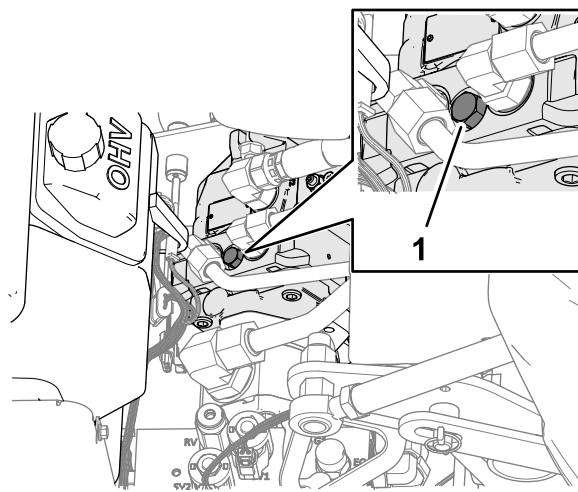

Figura 129
**Nota:** La ubicación de la cubierta del tornillo de la válvula de desvío se muestra en la Figura 129.